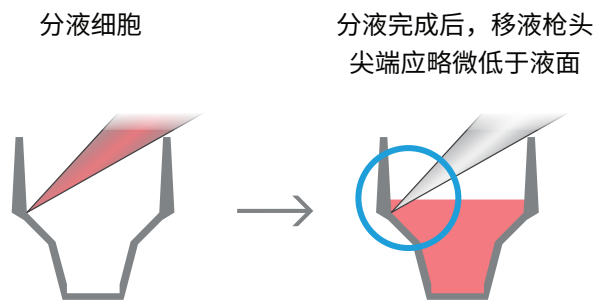

图 5. 将细胞分液至安捷伦 Seahorse XF 组织培养微孔板的正确移液技术
2. 移液枪头应保持 45 度角左右，大约伸到孔壁的中部，并与孔壁接触（图 5）。对于所有孔，移液器应保持相同的角度